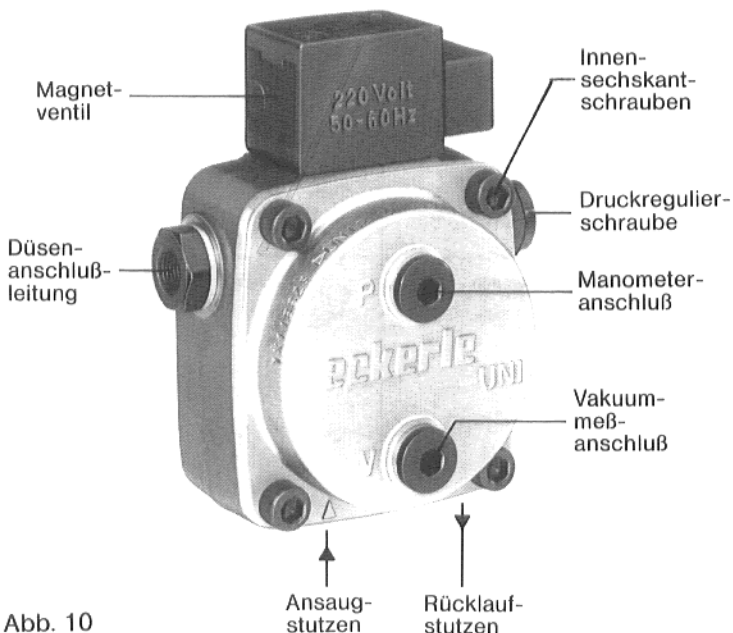

Abb. 10
- 3.2 Zum Reinigen des Ölpumpenfilters bei Eckerle die vier Innensechskantschrauben lösen (Abb. 10).